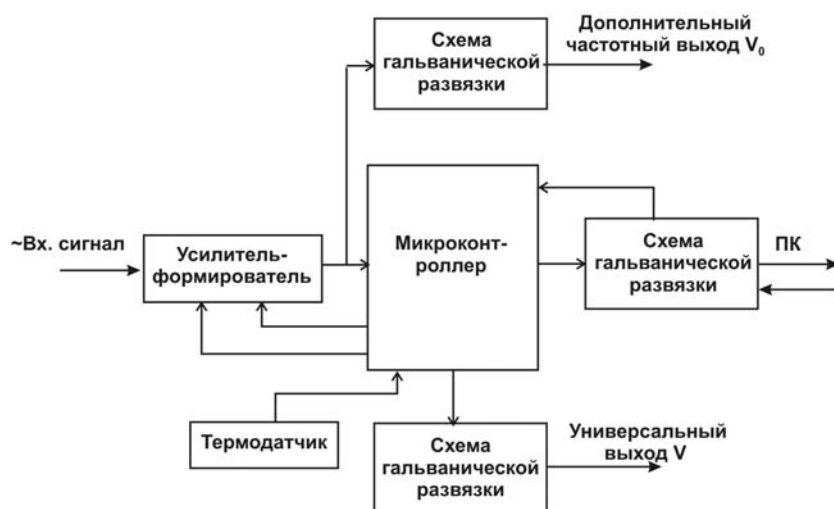

Рисунок.3.1 – Структурная схема преобразователя
3.3 Структурная схема преобразователя приведена на рис.3.1.